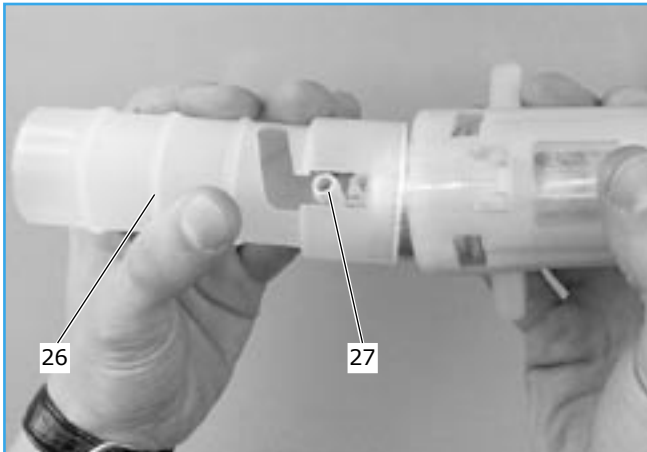

Figura 8
- Colocar la nueva bomba con el racor (27) de la bomba en el orificio de la herramienta (26) (referencia Pierburg 4.00063.00.0) (véase figura 8)